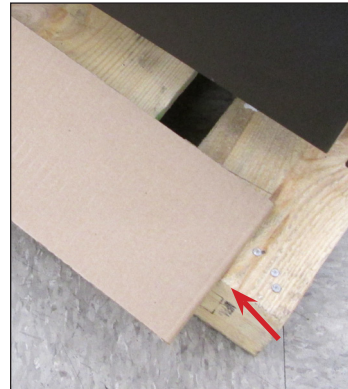
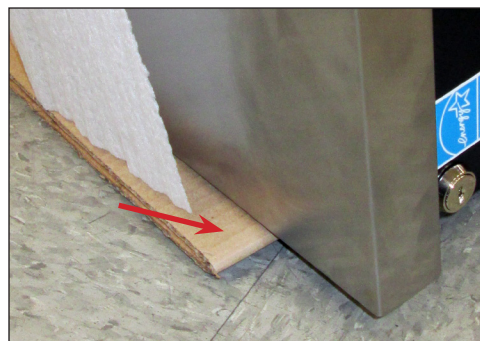

Abb. 3a Schützen Sie das Gerät mit der Pappe vor Kratzern durch die Palette.
Abb. 4b Schützen Sie die obere Kante des Gerätes mit Pappe vor Beschädigungen.
3. Einen Teil der Pappe auf die Palettenkante mit dem Griff legen und noch weitere Pappe auf den Boden legen, um die obere Kante des Gerätes abzustützen. Siehe Abb. 4b. Siehe Abb. 3a und 3b.